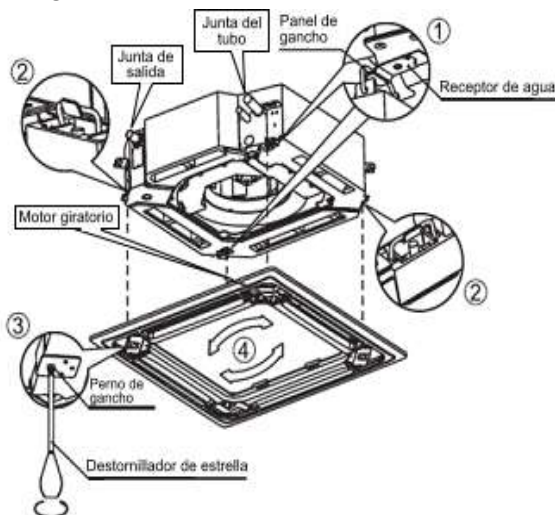

Fig. 4-12
- Alinee correctamente el motor giratorio del panel a las juntas de los tubos del cuerpo. *(Consulte la Fig. 4-12)*